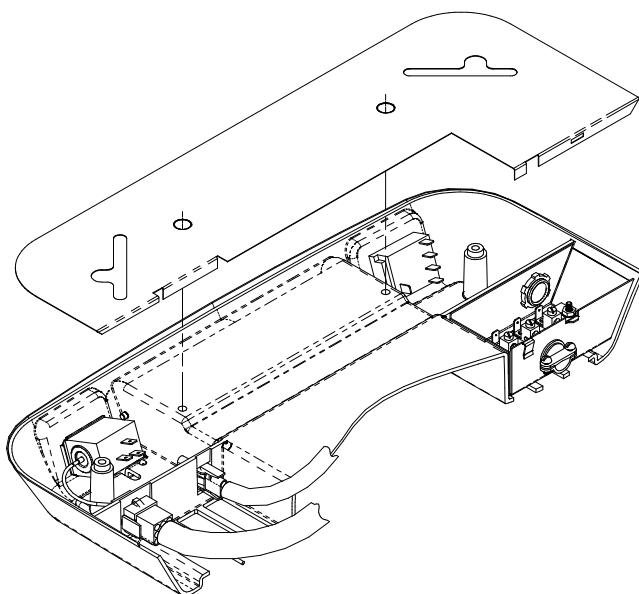

FIGURA 2
3. Enchufe el conducto eléctrico de la unidad del techo en el receptáculo de posición 9 ubicado al lado del termostato del conjunto de techo (vea la Figura 2).
7. Asegúrese de que todos los cables estén dentro de las cajas de control o en el pasacables entre las cajas del termostato y del interruptor y que no estén presionados por la cubierta de la caja de control. La cubierta de la caja de control estará correctamente instalada cuando los dos orificios de la cubierta estén alineados con los orificios de los tornillos de la tolva del conjunto de techo (vea la Figura 2).